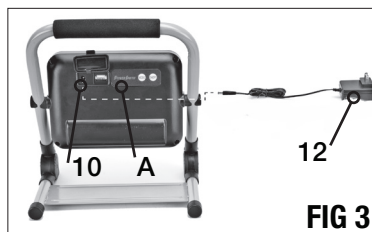

FIG 3
CHARGER/RECHARGER LA LAMPE DE TRAVAIL (FIG 3)
2. Brancher l'chargeur de courant c.a. 120 V et la lampe de travail comme montré à la FIG. 3.
3. Brancher la prise de l'chargeur de courant c.a. dans une prise de courant standard de 120 V/60 Hz pour commencer à charger la pile. Un voyant rouge "Powersmith" logo (A) indique la charge est en cours. Le logo "PowerSmith" devient vert lorsque la charge est terminée.